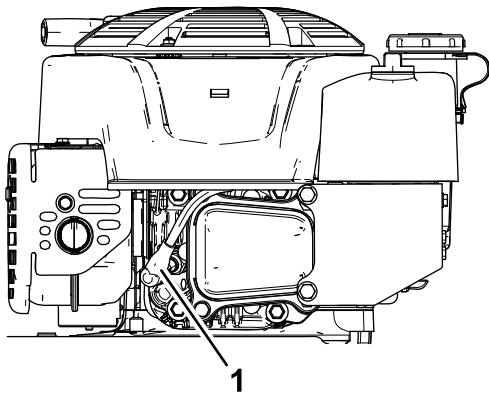

Figura 27
2. Desligue o fio da vela da ignição da vela da ignição (Figura 27).